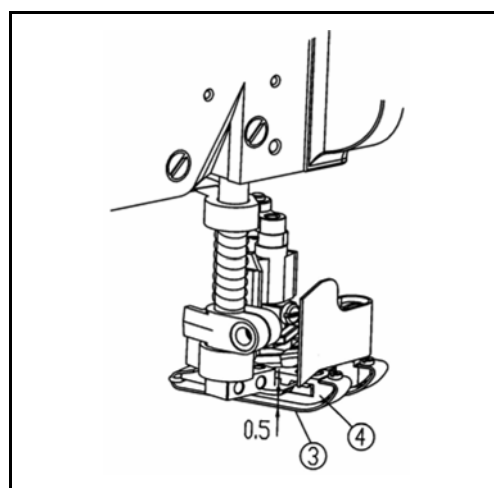

Рис. 15
- (2) Отрегулируйте зазор между нижней частью прижимной лапки и рессорной пластинкой прижимной лапки ③ до 0.3 – 0.5 мм. (Рис. 15).
- (3) Крепко затяните стопорную гайку ②.